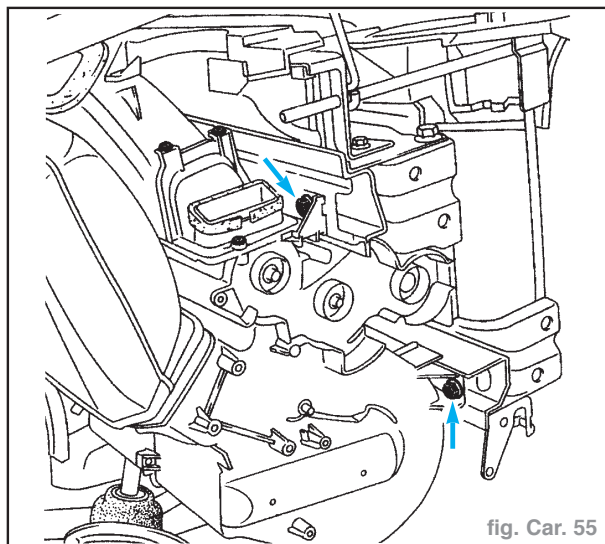

fig. Car. 55
- Déposer les vis de fixations (fig. Car. 55).